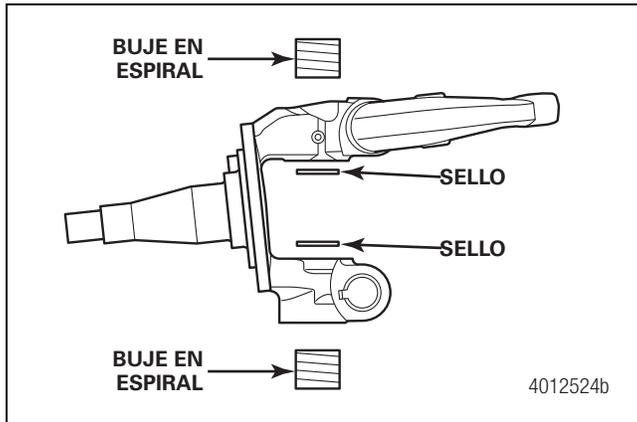
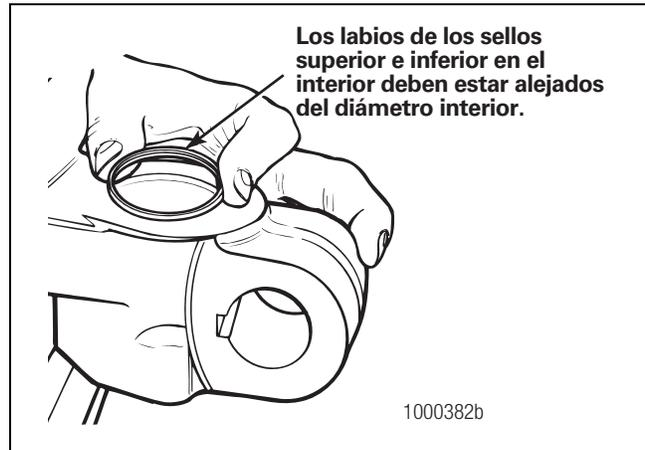

Figura 2
Figura 3
2. Tuerza los bujes en espiral hacia la derecha, de arriba a abajo de la rótula Figura 2. Comience con la mano en un ángulo suave, luego use la herramienta de instalación manija T para bujes en espiral R212087 para continuar la instalación hasta que el buje esté debajo de la parte superior del agujero. Si la rótula tiene una tapa roscada, continúe la instalación hasta que el buje esté justo abajo de la rosca.
3. Instale los sellos de grasa superior e inferior de manera que las "V"s de los labios de los sellos se abran en dirección opuesta a los agujeros. Los sellos deben estar a paño con la superficie maquinada de los agujeros de la rótula. Figura 3 y Figura 2.